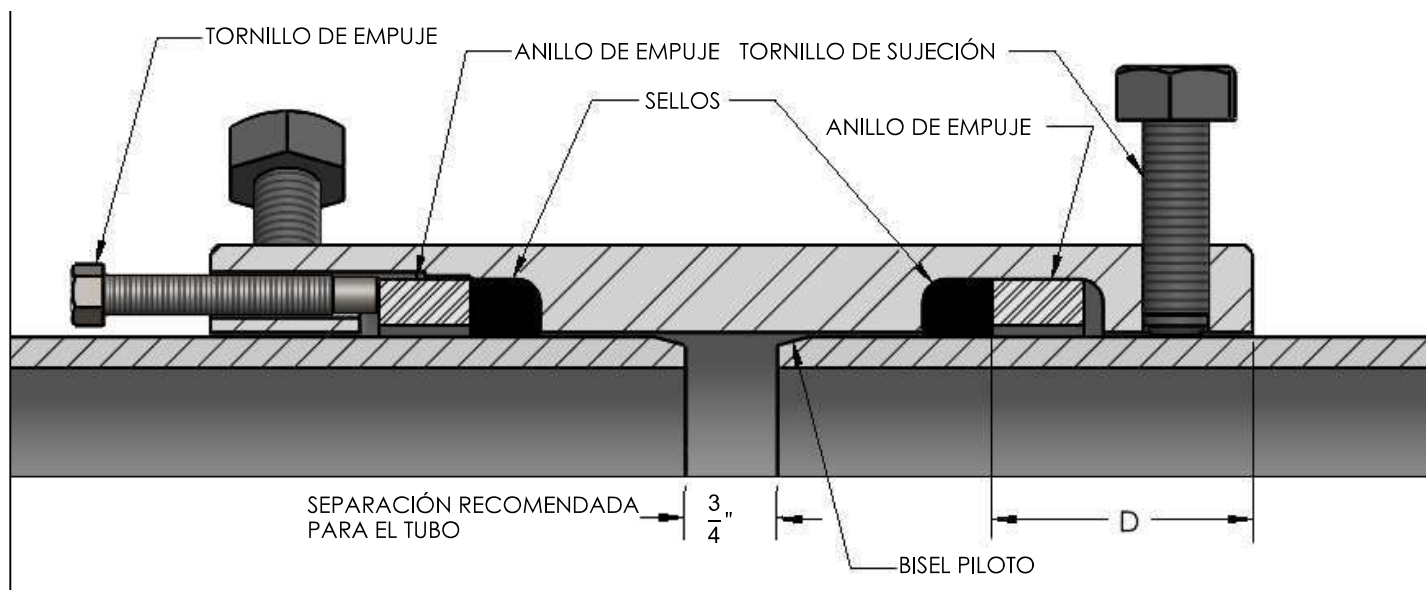

Figura 1
3. Para tubos muy desalineados o fuera de circularidad, es útil esmerilar un bisel piloto con un generoso ahusamiento en el tubo. Esto eliminará el riesgo de daños a los sellos al deslizar la brida y los acoplamientos soldables "PLIDCO Weld+Ends" sobre el extremo del tubo. (Consulte la Figura 1).
1. Mida y registre la dimensión "D", como se muestra en la Figura 1. Esto se necesitará más adelante si el acoplamiento soldable "PLIDCO Weld+Ends" se suelda al tubo.